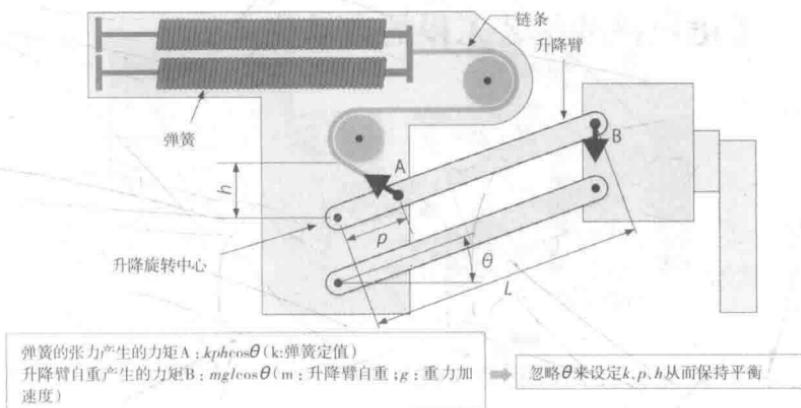

图2 自重补偿机概要
为实现虽然是低功率也可以完成20kg左右的向上搬运工作，把此款机器人自身的升降臂通过弹簧和链条被吊起，设置了一个“自重补偿机”（图2）。由于此装置与升降臂的角度无关，只需支撑其自身重量，所以发动机的功率几乎可以全部用在工作所需上。如果功率为80W，在没有损耗的情况下，理论上可以将质量为30kg的物体以0.25m/s的速度移动。通常情况下，升降臂自身的移动就需要发动机输出功率的70%—90%，有了自重补偿机，这部分的功率就可以得到节约^①。